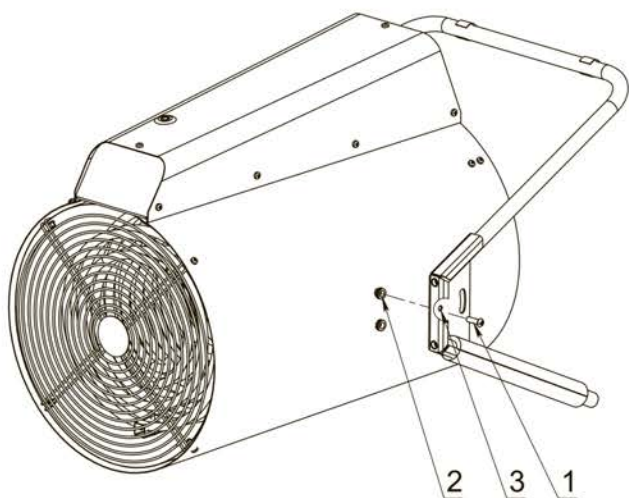

Рис. 2
Совместить отверстие в опоре (3) с верхней резьбовой гайкой (2) на корпусе и наживить винт М6х20 (2 шт.) (1) с обеих сторон теплоventильатора (Рис. 2)